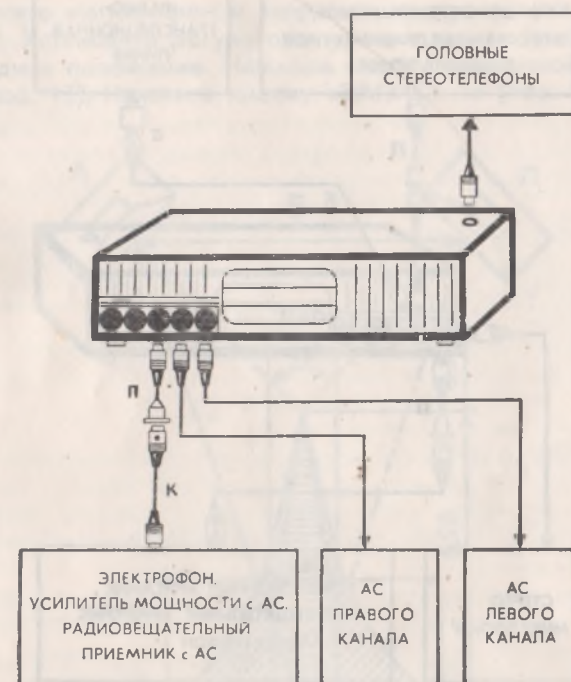

Рис. 5. Схема внешних соединений при воспроизведении
5.4. Возможность работы магнитофона с другими устройствами показана на рис. 5 и 6.
Прослушивание воспроизводимых фонограмм возможно через головные стереотелефоны, контрольный громкоговоритель, выносные акустические системы (при этом кнопка включения усилителя мощности АС должна быть в нажатом положении) или через радиотехнические устройства (усилители, стереоэлектрофоны, стереорадиоприемники и т. д.), содержащие усилители мощности с акустическими системами. Подключение стереотелефонов, внешних акустических систем к магнитофону или магнитофона к внешней радиоаппаратуре для воспроизведения фонограмм осуществляется согласно схемы на рис. 5.